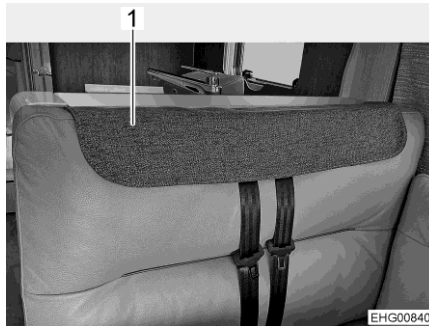

Bild 60 Sätesklädsel monterad
När fordonet är uppställt kan nackstöden tas bort från sittbänkens ryggstödsdyna för att få en bekvämare sittplats. Öppningarna för nackstöden och för säkerhetsbältena kan sedan täckas med en sätesklädsel (Bild 60,1).
- Montera sätesklädseln över öppningarna för säkerhetsbältena (Bild 60).